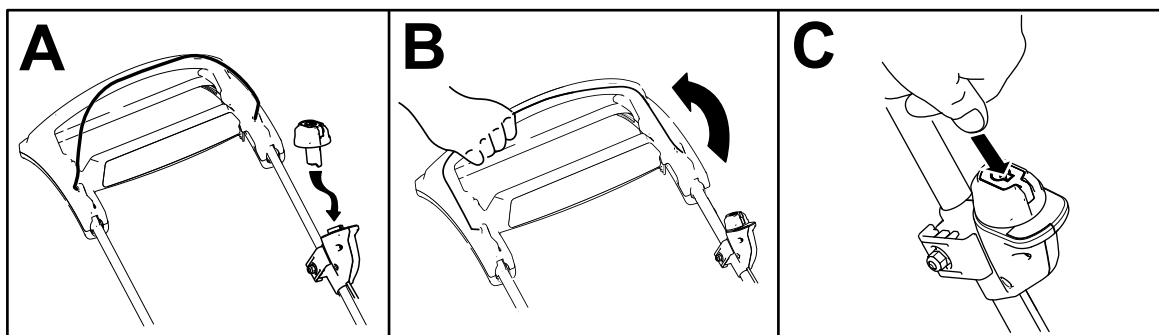

Figura 10
2. Introduzca el botón de arranque eléctrico en el interruptor de arranque eléctrico (Figura 10, A).
3. Apriete la barra de control de la cuchilla contra el manillar (Figura 10, B).
4. Pulse el botón de arranque eléctrico y manténgalo pulsado hasta que el motor arranque (Figura 10, C).